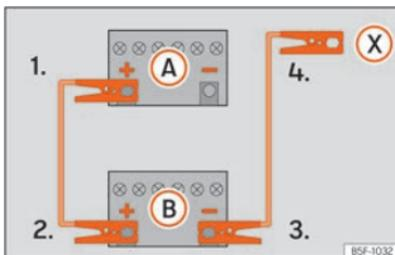

Abb. 195 Anschlussplan für Fahrzeuge ohne Start-Stopp-System.
2. Klemmen Sie ein Ende des roten Starthilfekabels an den Pluspol \oplus des Fahrzeugs mit der entladenen Fahrzeugbatterie (A).
3. Klemmen Sie das andere Ende des roten Starthilfekabels an den Pluspol \oplus des stromgebenden Fahrzeugs (B).
4. Fahrzeuge ohne Start-Stopp-System: Klemmen Sie ein Ende des schwarzen Starthilfekabels an den Minuspol \ominus des stromgebenden Fahrzeugs (B) »» (Abb. 195).